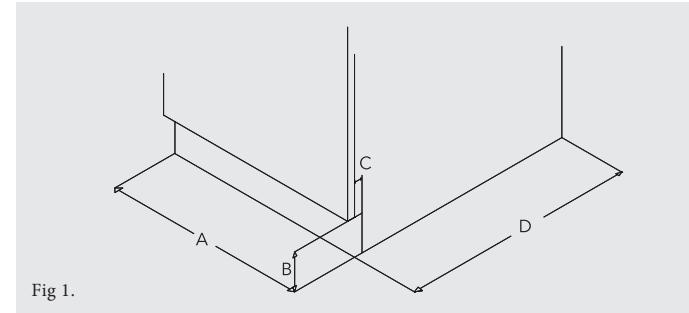

Fig 1.
- Les dimensions minimales de ces meubles sont illustrées à la Fig 1.